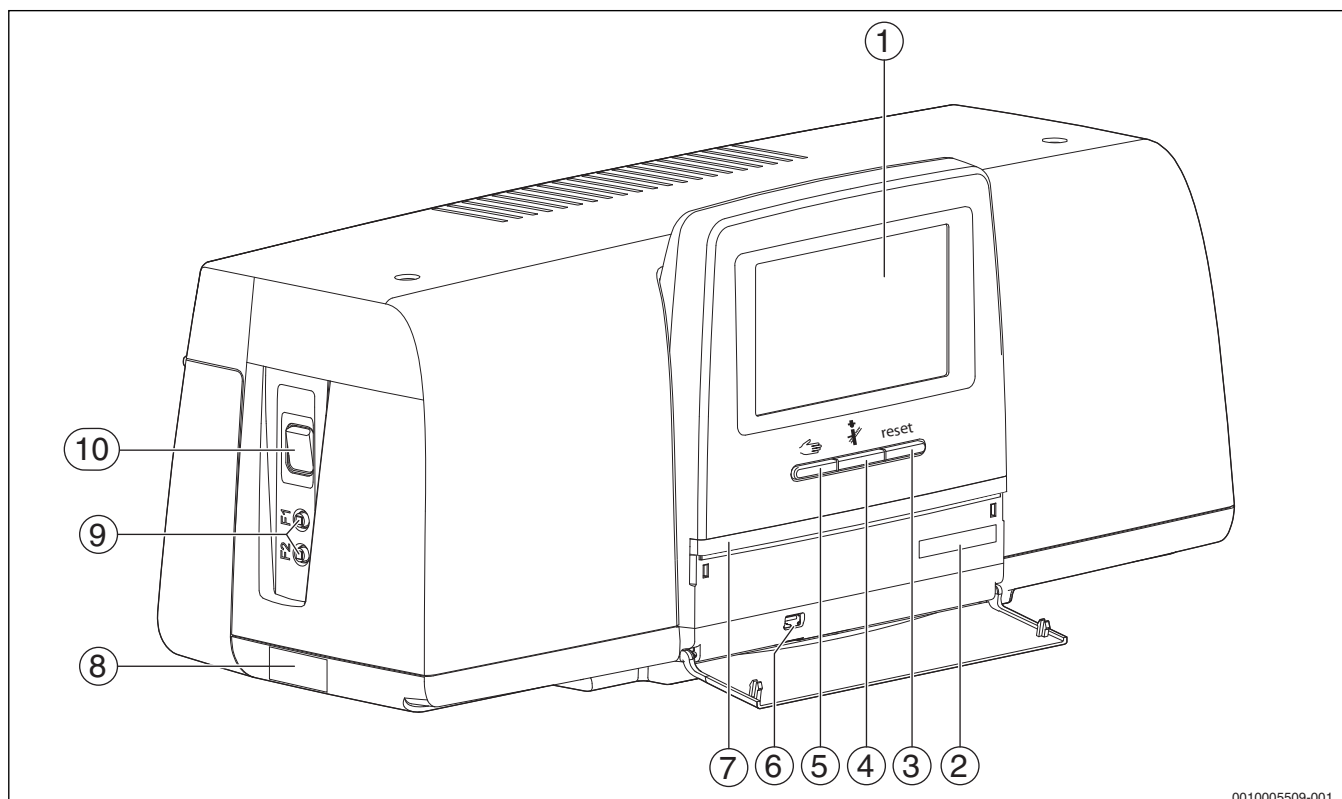

Рис. 1 Элементы управления
Состояние системы, функций и компонентов показано индикатором состояния функций (→ рис. 4, [1], стр. 7), индикатором состояние компонентов системы (→ рис. 4, [15], стр. 7) и LED-индикатором состояния (→ рис. 1, [7]):
- Включите систему управления посредством выключателя (→ рис. 1, [10], стр. 5).